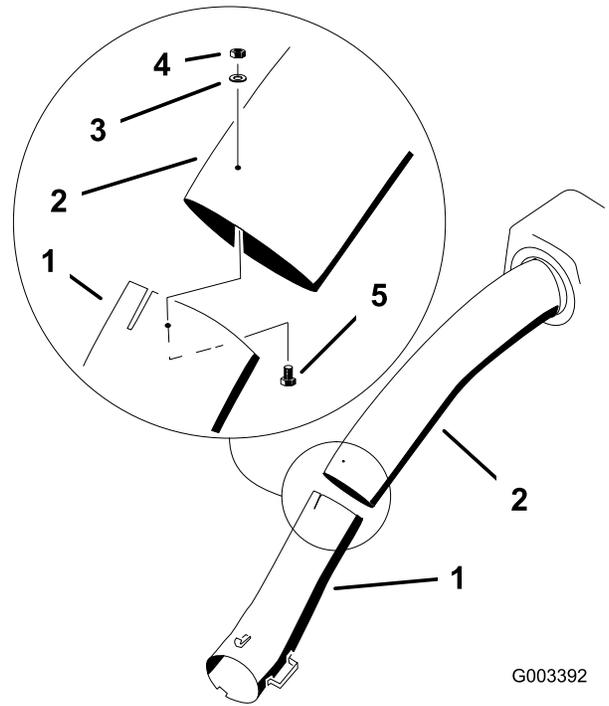

Bild 53
13. Verbinden Sie das obere und untere Rohr mit drei Schrauben (Nr. 10 x 3/4"), Flachscheiben und Sicherungsmuttern, wie in Bild 53 abgebildet.